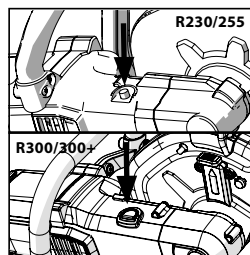

FIG. 2
- Presione el bloqueo del eje para bloquear el eje de la máquina. (Fig. 2)